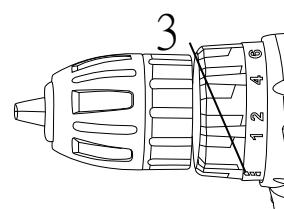

Рис. 5
Сверление обозначено значком (3) на вращающемся кольце (Рис. 5).